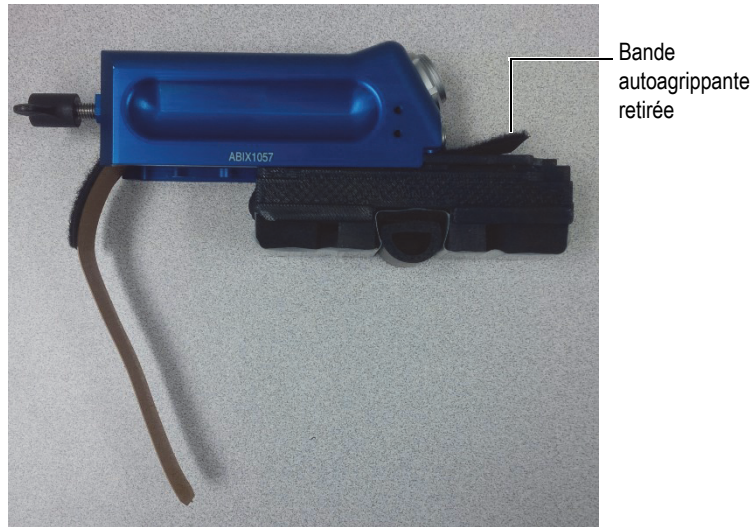

Figure 2-5 Insertion du sabot sur la sonde
- a) Retirez la bande autoagrippante sur la sonde et glissez le sabot dans la fente (voir la Figure 2-5 à la page 32).